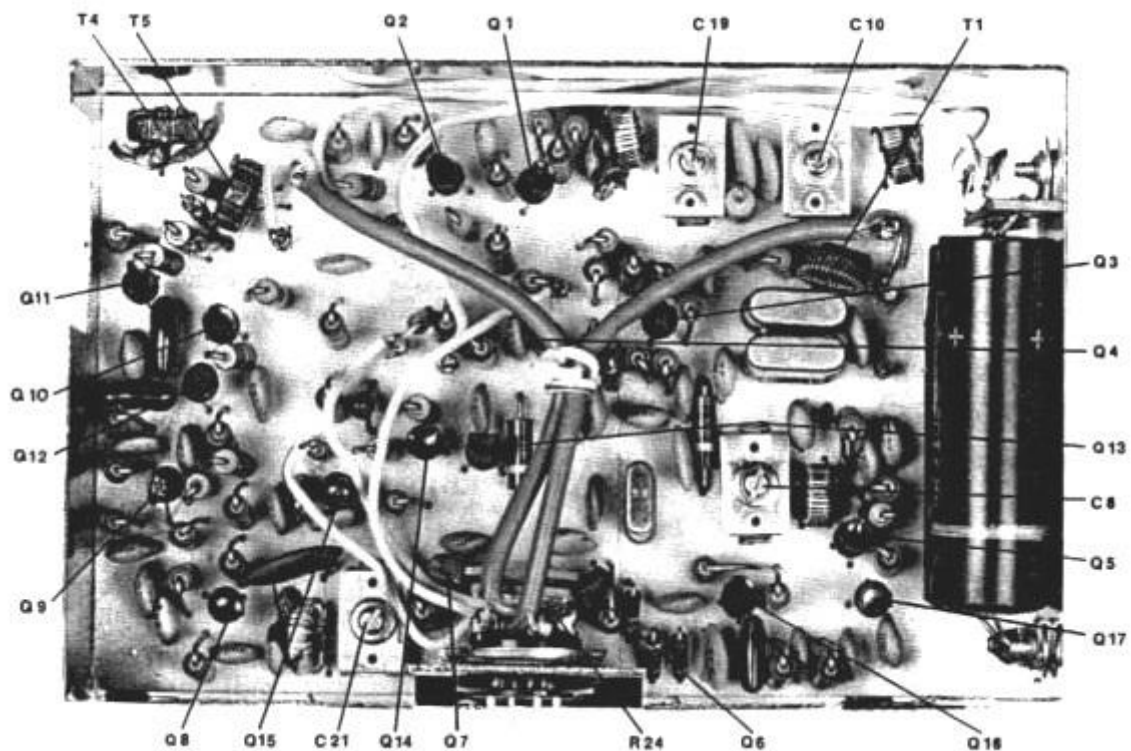

Figura 6 Puntos de ajuste o alineación
- Figura 6 Puntos de ajuste o alineación